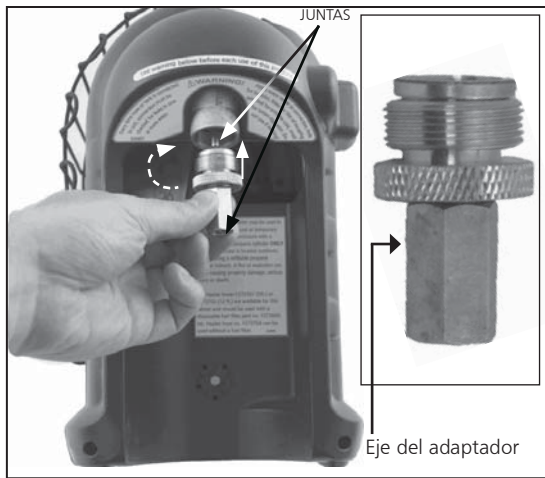

Figura 4: "Adaptador de butano"
- Compruebe que las juntas estancas (entre el aparato y el cartucho de gas) estén en su sitio y en buen estado antes de realizar la conexión con el cartucho de gas. Figura 4. No utilice el aparato si sus juntas estancas están dañadas o desgastadas. No utilice el aparato si presenta fugas, daños o no funciona correctamente.
la parte inferior) hasta que quede apretado. Consulte la figura 4. No utilice sellante de roscas en esta conexión. Enrosque el cartucho de mezcla de butano y propano en el adaptador (en el sentido de las agujas del reloj). Una vez que el eje del adaptador comience a girar, significa que el cartucho está conectado.